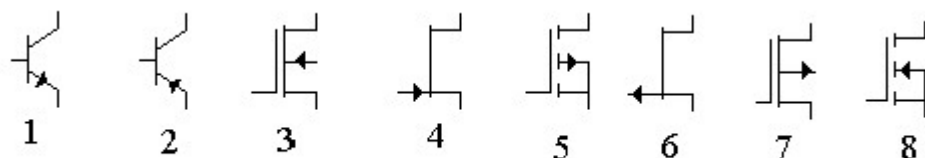

Рис.3.1.
1.3.8. Показать условное обозначение МДП полевого транзистора с встроенным п – каналом (рис. 3.1):